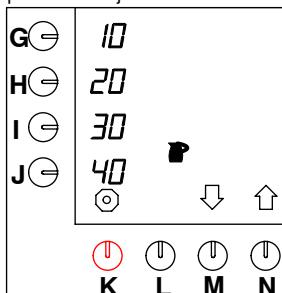

Fig. 27 Cambio de las teclas de selección preprogramadas para jarras
- Mantenga apretada la tecla de programación (N.)↑ hasta que en el display aparezca fig. 27 .